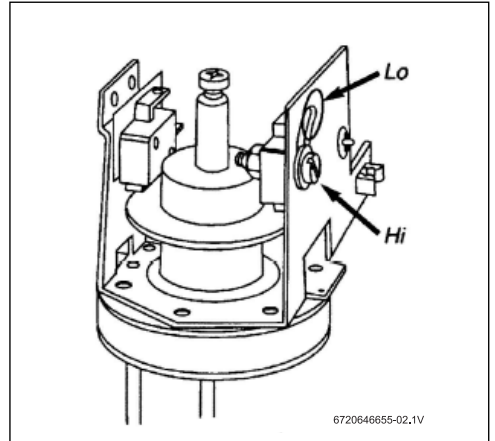

Fig. 5 Tornillo selector de alimentación
- Establezca el tornillo Selector de Alimentación (Fig. 5) en el ajuste que desee. Si se establece en LO, sólo un elemento de calentamiento se operará y la salida será la mitad de energía. Consulte la →Table 4 en la página 7 para aumento de temperatura en el flujo de varios rangos. Si el
El tornillo selector de potencia no lo ponga todo en "HI" (Alto).	Cambie el tornillo selector de energía a "HI", →consulte la Fig. 5 .